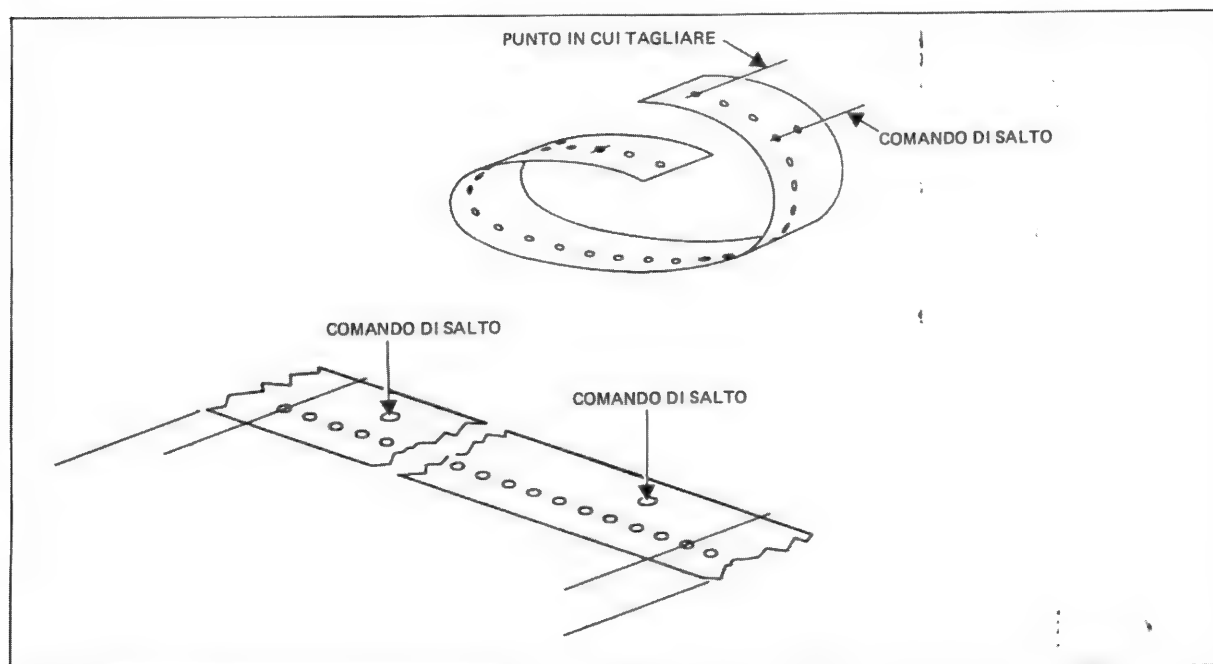

Figura 3.5. - Preparazione del loop.
- tagliare il nastro all'altezza di due fori e mezzo di trascinamento dopo l'ultimo comando di salto, alle due estremità. Ciò equivale, in pratica, a contare tre fori di trascinamento dopo l'ultimo comando di salto, e tagliare il nastro esattamente alla metà del terzo foro (vedere figura 3.5.).